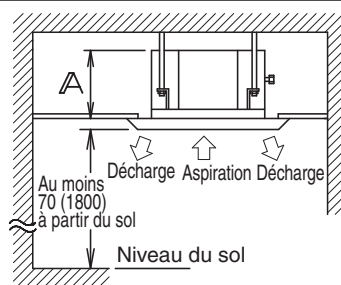

Fig. 1
(1) Sélectionnez l'emplacement d'installation qui répond aux conditions suivantes et obtenez l'approbation du client.
- Où un espace suffisant pour l'installation et l'entretien peuvent être assurés. (**Reportez-vous à Fig. 1**)